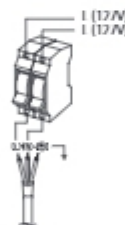

Figura 2
- Para instalação do produto em 127 V é necessário ter 2 fases distintas (bifásica L + L) e um disjuntor bipolar (bifásico) (veja figura 2).